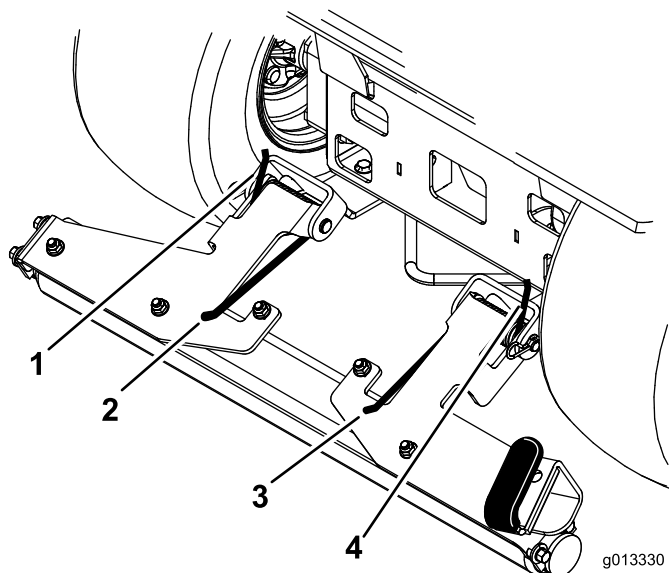

Figure 4
4. Tirez la tige de ressort intérieure pour la placer sur le support de rouleur (Figure 4).